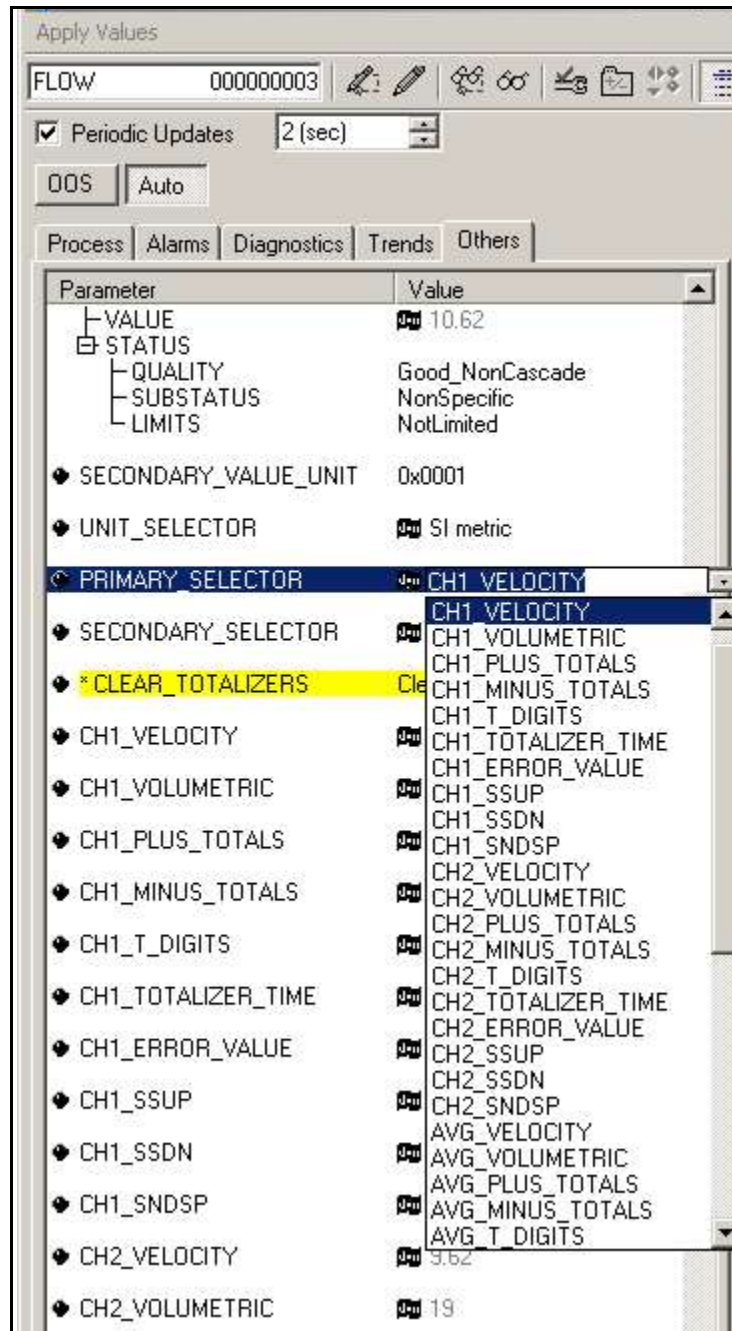

Figure 60: liste déroulante des grandeurs principales
2. Sélectionnez l'onglet Others (Autres) et ouvrez les listes déroulantes PRIMARY\_SELECTOR (Sélecteur principal) et SECONDARY\_SELECTOR (Sélecteur secondaire) (voir *Figure 60 à la page 118*).
3. Choisissez la grandeur dans la liste (voir *Figure 60 à la page 118*).
4. Après avoir sélectionné les grandeurs de mesure souhaitées pour PRIMARY et SECONDARY\_SELECTOR, choisissez le système d'unités (UNIT\_SELECTOR au-dessus de PRIMARY\_SELECTOR) programmé dans le débitmètre (English ou SI), comme illustré *Figure 60*.